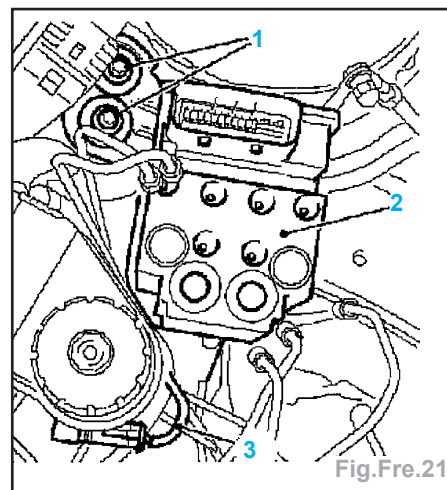

Fig.Fre.21
- Démontez, par le haut, le support de groupe hydraulique avec le groupe hydraulique (2) (vis (1)) (Fig.Fre.21).
- Démontez du réservoir de liquide de frein la fiche de faisceau de câbles (3) du contrôle de liquide de frein.